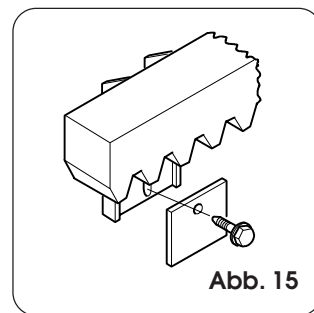

Abb. 15
4.8.3. Zu verschraubende Zahnstange aus Nylon (Abb. 15)